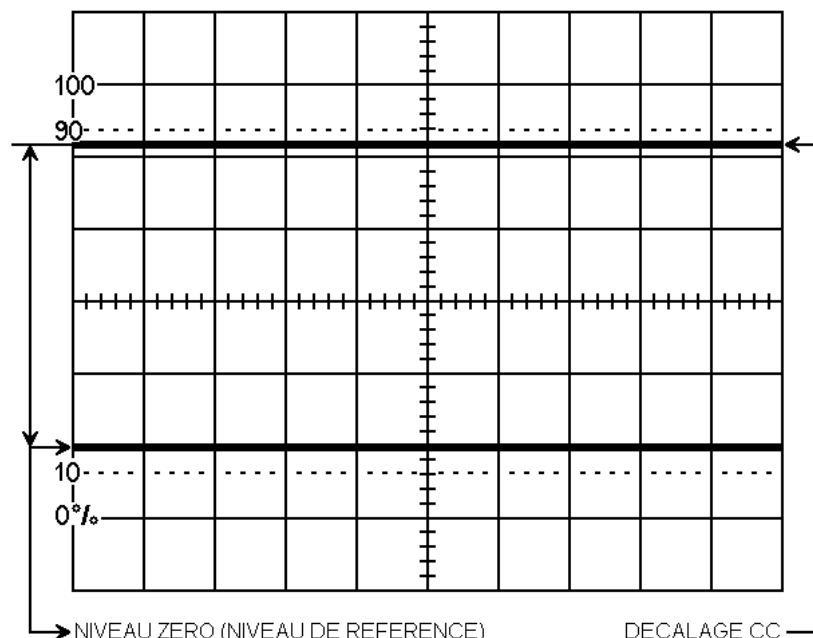

Figure 4-5 - Mesure d'une Tension Continue
5. La ligne de zéro se déplace suivant l'amplitude de la tension continue. Multiplier la mesure des divisions de décalage par la valeur qu'indique le sélecteur VOLT/DIV. Par exemple la Figure 4.5, en plaçant VOLT/DIV sur 50 mV/DIV, le décalage est de 4.2 DIV, et la tension continue (Vdc) est : 50 mV/DIV x 4,2 DIV :